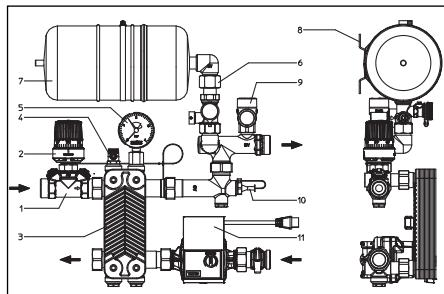
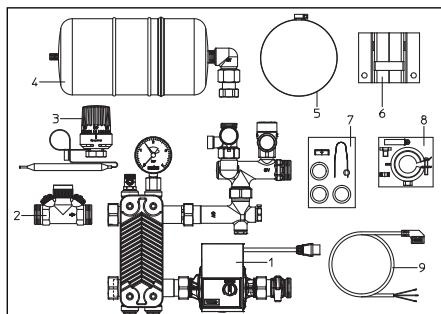

Abb. 5.1 Übersicht „Regufloor HX“
Abb. 6.1 Lieferumfang
- „Hycocn HTZ“ Regelventil (Teil 2, Abb. 6.1) in den Vorlauf der Primärseite der Einheit (Teil 1, Abb. 6.1) montieren.
- Vormontierte Einheit (Teil 1, Abb. 6.1) mit dem Montagesatz (Teil 8, Abb. 6.1) in den Einbauschrank einsetzen.
- Membranausdehnungsgefäß (Teil 4, Abb. 6.1) auf das Kappenventil (Teil 6, Abb. 5.1) aufschrauben und mit Hilfe der Befestigungsschelle und der Halteplatte (Teil 5 und 6, Abb. 6.1) an der Schiene des Einbauschrankes befestigen.
- Temperaturregler (Teil 3, Abb. 6.1) auf das „Hycocn HTZ“ Regelventil aufschrauben und den Fühler in die in den Vorlauf der Primärseite installierte Tauchhülse (Teil 10, Abb. 5.1) einstecken und mit der Schraube festigen. Dabei ist darauf zu achten, dass das Kapillarrohr nicht geknickt oder flachgedrückt wird.